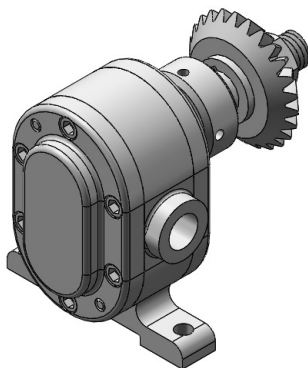

图 7-126 齿轮泵装配体
- (1) 齿轮泵装配体如图 7-126 所示,根据已经建立齿轮泵各零部件模型进行齿轮泵装配体设计。